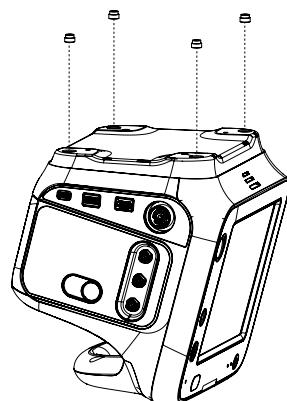

Figure 12: Installation des goujons
- Pour l'installation de l'appareil médical avec sacs d'accessoires, insérer les goujons 25,91 mm X 11,94 mm (1,02 po X 0,47 po) (Figure 12 A).
- Pour l'installation de l'appareil médical sans sacs d'accessoires, insérer les goujons 6,858 mm X 9,652 mm (0,27 po X 0,38 po) (Figure 12 B).